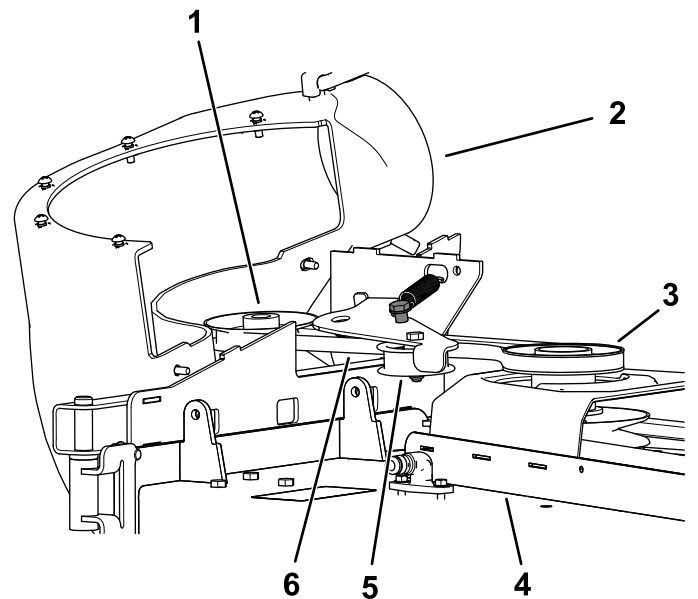

Figura 36
2. Tire hacia atrás de la polea tensora tensada con muelle para aliviar la tensión de la correa (Figura 36).
6. Instale la correa nueva alrededor de las poleas del soplador (Figura 36).
8. Instale la correa nueva alrededor de la polea de la carcasa de corte (Figura 36).
9. Tire hacia atrás de la polea tensada con muelle e instale la correa en la polea (Figura 36).